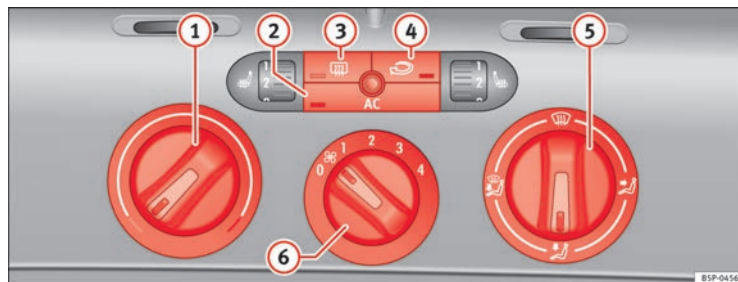

Fig. 129 Mandos del Climatic en el tablero de instrumentos
- Con los reguladores ⇒ fig. 129 ① y ⑤ y con el mando ⑥ se regula la temperatura, la distribución del aire y la velocidad de la turbina.
- Pulse la tecla ②, ③ o ④ para activar o desactivar la función correspondiente. Cuando la función está activa, la ventana situada en la esquina inferior de la tecla se ilumina.
① Regulador de temperatura ⇒ página 167
② Tecla – Encender o apagar el grupo refrigerador ⇒ página 167
- ③ Tecla – Luneta térmica. Esta función se apaga automáticamente aproximadamente 20 minutos después de haberla conectado. Se puede desconectar antes pulsando de nuevo la tecla.
- ④ Tecla – Recirculación de aire ⇒ página 168
- ⑤ Regulador de la distribución de aire ⇒ página 167
- ⑥ Mando de la turbina. El caudal de aire tiene 4 niveles de ajuste. La turbina debería funcionar siempre en el nivel más bajo cuando se circule a poca velocidad.
- Encienda el climatizador con la tecla ⇒ fig. 129 (AC).